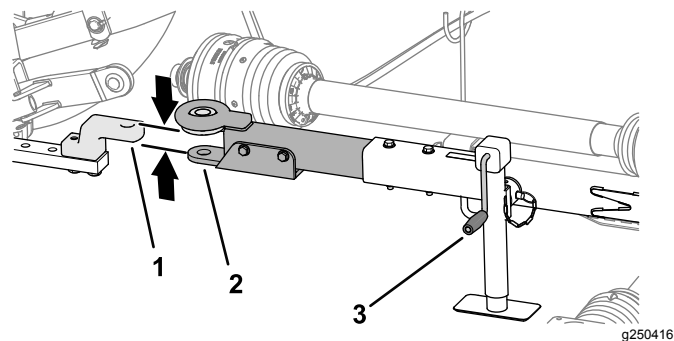

Рисунок 28
1. С помощью рукоятки домкрата поднимайте или опускайте домкрат буксировочной штанги до совмещения ее с тяговым брусом или поворотным сцепным устройством (**Рисунок 28**).
3. Совместите тяговый брус или поворотное сцепное устройство буксирного автомобиля с буксировочной штангой газонокосилки (**Рисунок 28**).